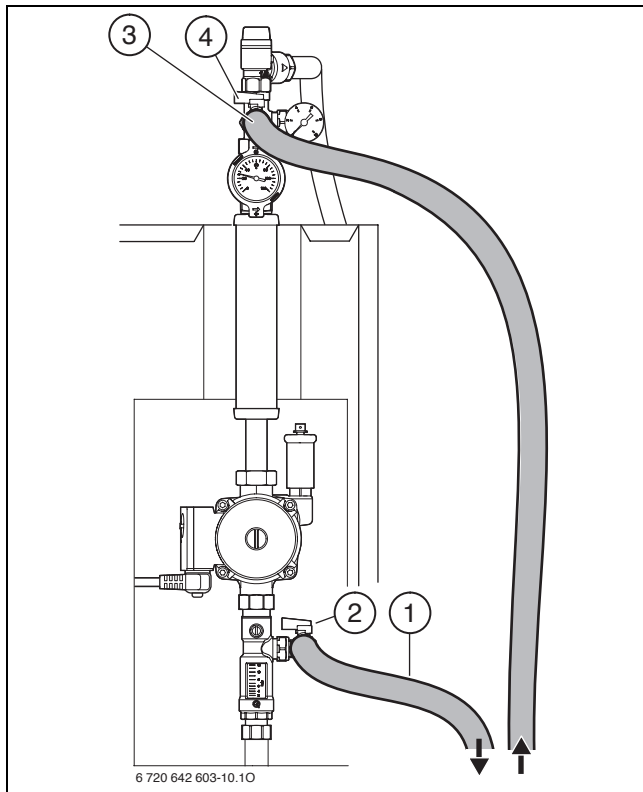

Fig. 17
- [4] Bomba solar (SP)
- Cerrar la llave de paso inferior (→ fig. 17, [2] pág. 14).
- Cuando se haya alcanzado la presión de servicio, cierre la llave de paso superior (→ fig. 17, [4]).